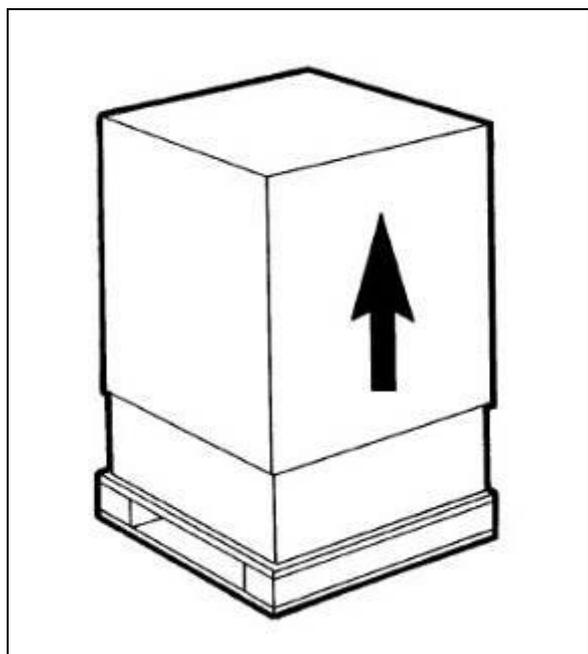

Fig. 19
a) Après avoir retiré l'emballage **en conserver tous les éléments pour le stockage hivernal** et s'assurer de l'intégrité de l'appareil (fig.19).